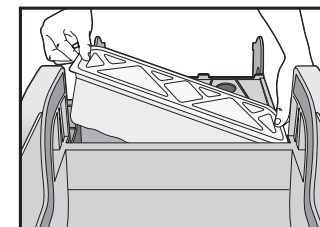

Fig. 11
- Enfoncer les quatre coins du couvercle pour le fixer au contenant, tirer le contenant à déchets jetable hors des languettes le retenant en place, le soulever et jeter celui-ci (fig. 11).